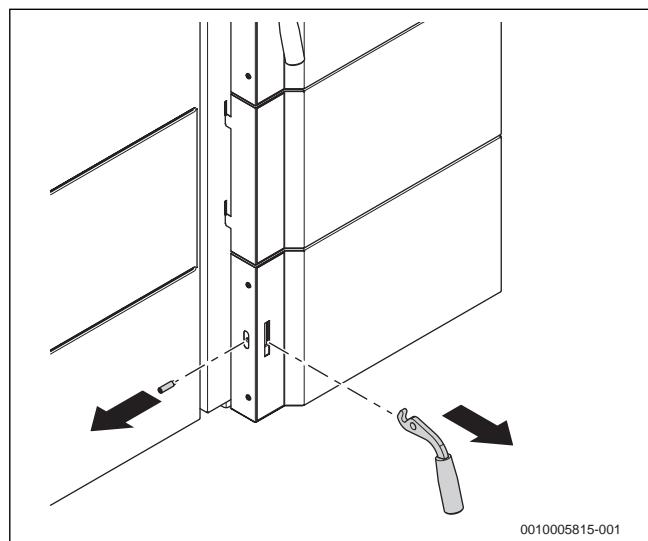

Рис. 20 Демонтируйте ручку двери
- ▶ Демонтаж ручек дверцы (→ рис. 20).